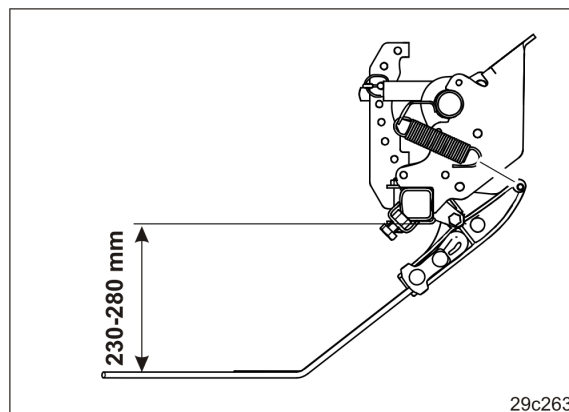

Fig. 96
4. Reglați cuțitele elastice prin reglarea barei de ghidare superioare (Fig. 95/1), prin care semănătoarea este fixată la tractor, respectiv la mașina de cultivare a solului (vezi Fig. 96).